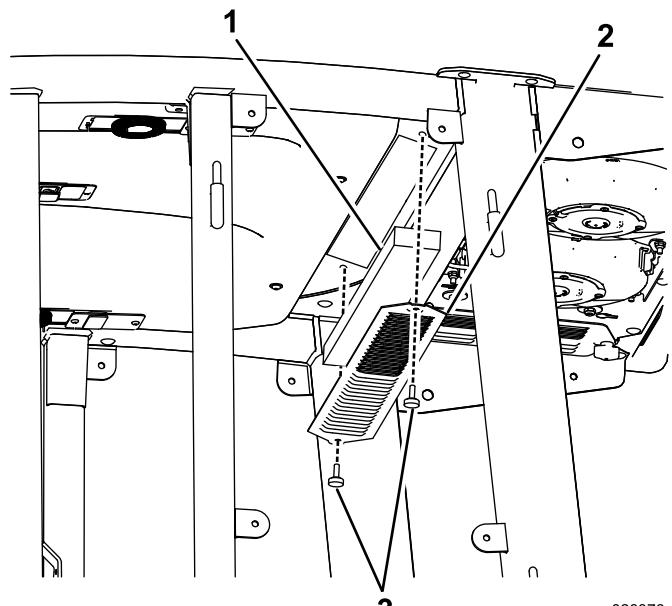
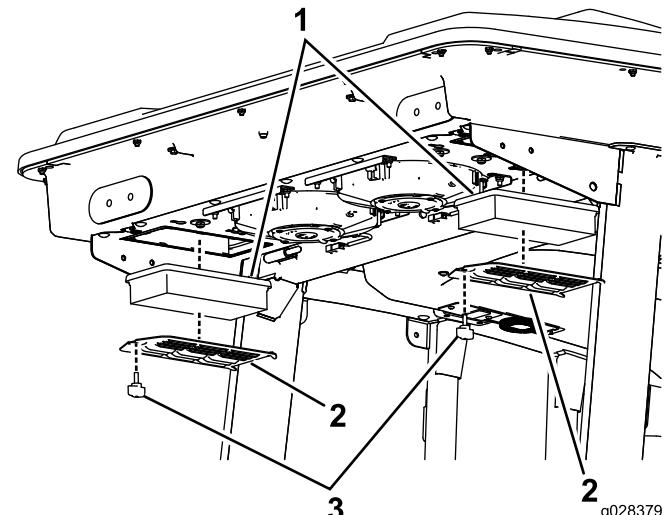

図 102
図 103
1. 室内用と後部用のエアフィルタからねじを外して格子を外す図 102 と 図 103。
5. エアフィルタを取り外す 図 103 を参照。
7. エアフィルタ、スクリーン、ファンアセンブリを取り付ける 図 103、図 105、図 104。